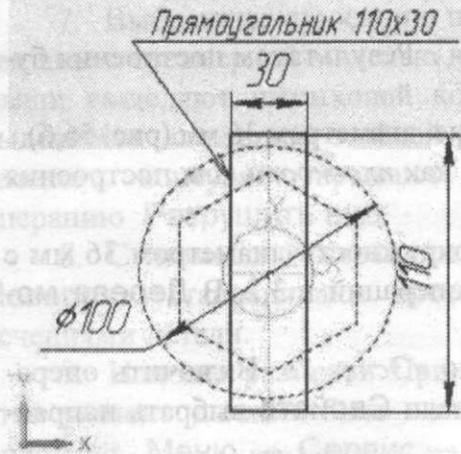

Рис. 57. Параметры к выполнению «Эскиза 4»
6.1. Выделить верхнее основание цилиндра как *плоскость* для построения эскиза (рис. 57). Включить кнопку Эскиз и построить Прямоугольник, используя опцию По центру и точке с размерами 110 x 30 мм (Параллельно оси u задать размер равным 110 мм). Точка центра прямоугольника: $X=0$; $Y=0$.